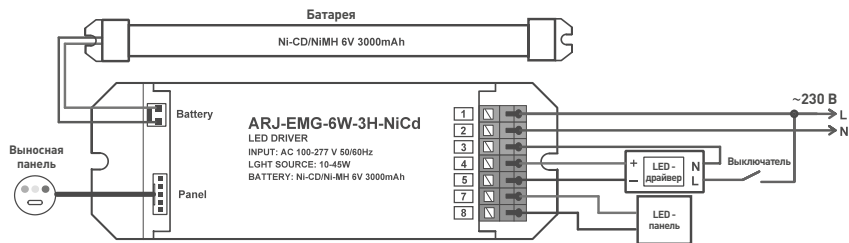

Рисунок 1. Стандартная схема подключения.
- 3.4. Подключите провода, постоянно подключенные к сети: «L» (фаза) – коричневый провод – к выводу 1, «N» (ноль) – синий провод – к выводу 2, см. рисунок 1.